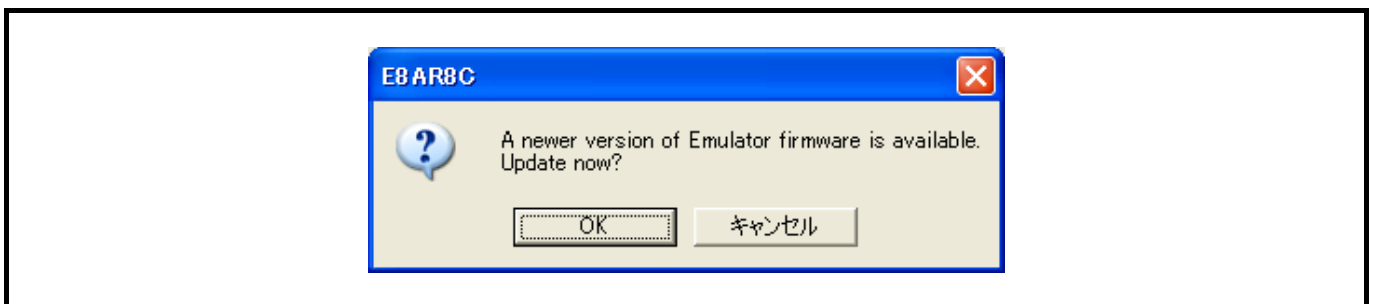

図3.15 E8aファームウェアダウンロードの確認メッセージのダイアログボックス
(9) エミュレータにダウンロードされているE8aファームウェアのバージョンが古い場合、図3.15に示すE8aファームウェアダウンロードの確認メッセージが表示されます。